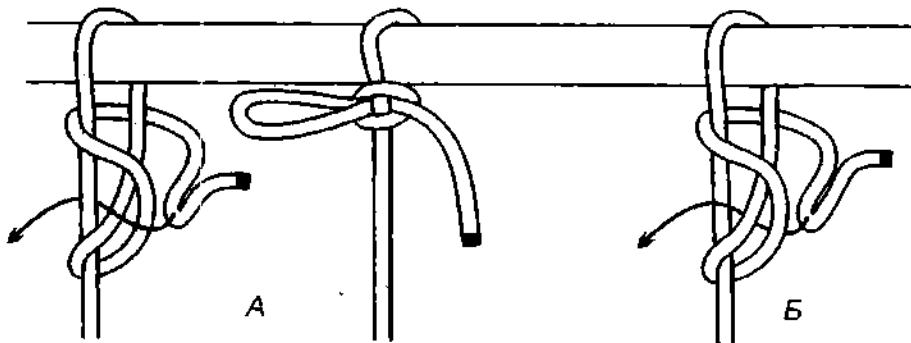

Рис. 549. А – курьерский узел; Б – быстроразвязывающийся перевёрнутый штык.
*Курьерский узел* завязывается почти как *перевёрнутый штык* – разница в том, что у *курьерского штыка* обносится калышка, а у *перевёрнутого штыка* коренной конец (рис. 549). Свойства обоих узлов одинаковы. *Курьерский узел* применяют для крепления швартовых и фалиней за палы, битенги и кнехты. *Курьерский узел* способен выдержать сильное натяжение, он тугу не затягивается, но легко раздаётся.